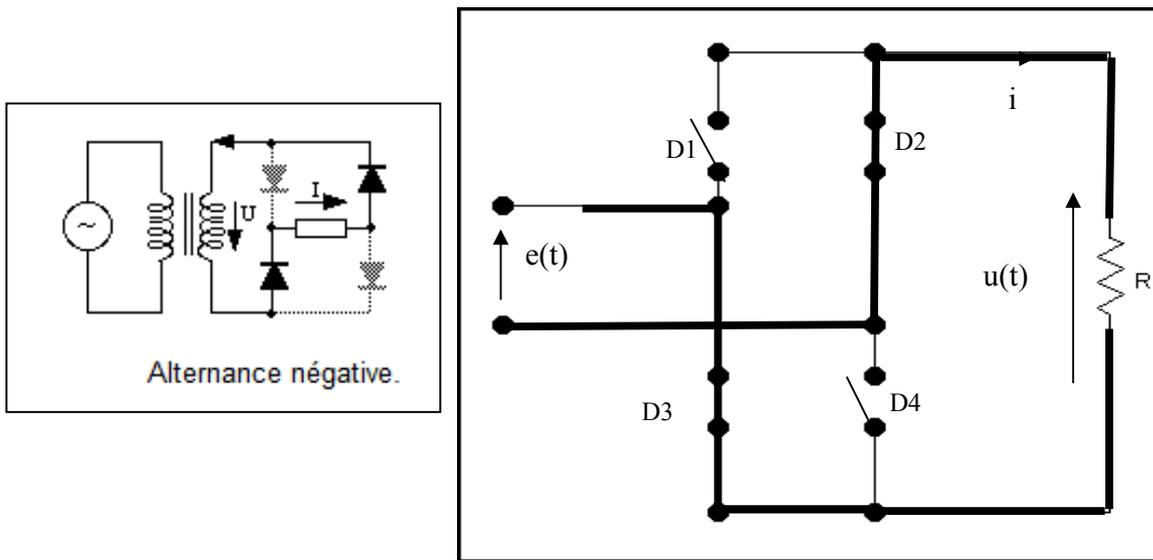

Figure II-12
**b. Alternance négative : Figure II-12**